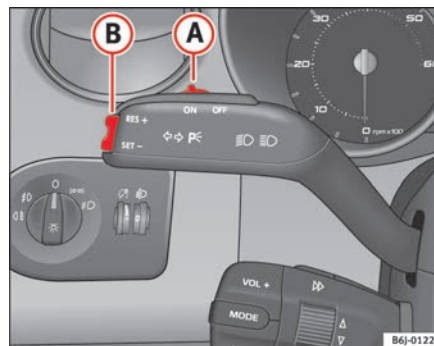

Abb. 103 Blinker- und Fernlichthebel: Schalter und Wippe für die Geschwindigkeitsregelanlage
- Drücken Sie den unteren Teil der Wippe **SET** ⇒ Abb. 103 **(B)** einmal kurz, wenn die zu speichernde Geschwindigkeit erreicht worden ist.